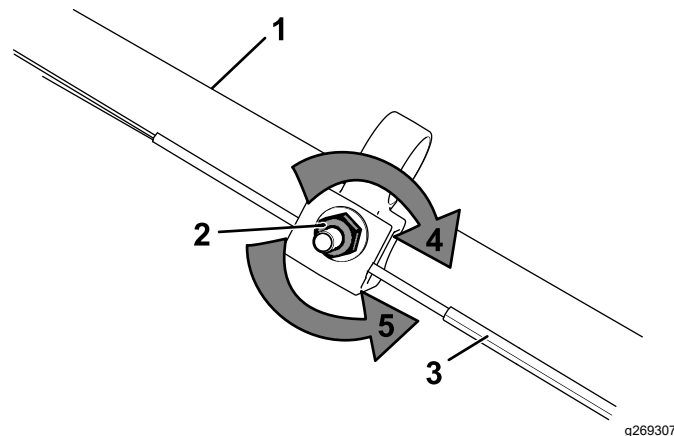

Figura 27
1. Girate il dado di regolazione in senso antiorario per allentare la regolazione del cavo (Figura 27).
2. Regolate la tensione del cavo (Figura 27) tirandolo indietro o spingendolo in avanti e mantenendo quella posizione.